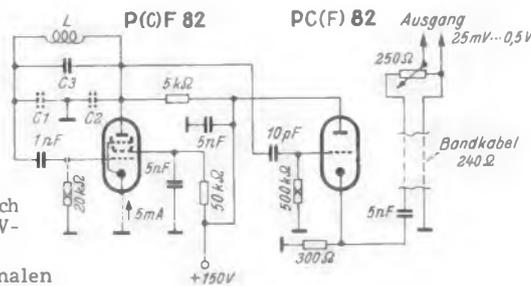

Bild 49. Einfacher Meßsender für den Abgleich des Bild- u. Ton-Zwischenfrequenzverstärkers
Bei dem Sender wird von genügend genauen Kondensatoren und Spulen ausgegangen. Er wurde eingehend erprobt. Bild 49^{*)} zeigt die Schaltung. Die Frequenz wird durch die Spule L und den Parallelkondensator C 3 sowie durch die gestrichelt gezeichneten Kondensatoren C 1 und C 2 bestimmt. Bei Frequenzen von 30 bis 42 MHz sowie für 5,5 MHz entfallen C 1 und C 2. Sie werden nur zur Messung von L-Werten benötigt.
*) Bild 49 befindet sich auf Seite 296